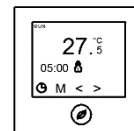

Bild 9.1
- Mindestens 3 Sekunden auf das Symbol „“ drücken, bis auf dem Display der Wochentag, Temperaturanzeige, das 1. Häuschen und die Uhrzeit angezeigt werden (siehe Bild 9.1). Die Stundenanzeige blinkt jetzt.